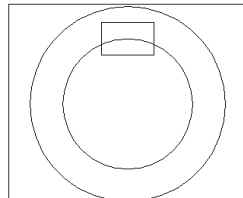

图 15-60
(6) 作矩形。单击  按钮或者在命令行直接输入 `rectangle`，将矩形两个对角设为 $(-40, 25, 0)$ 和 $(40, -25, 0)$ ，结果如图 15-60 所示。